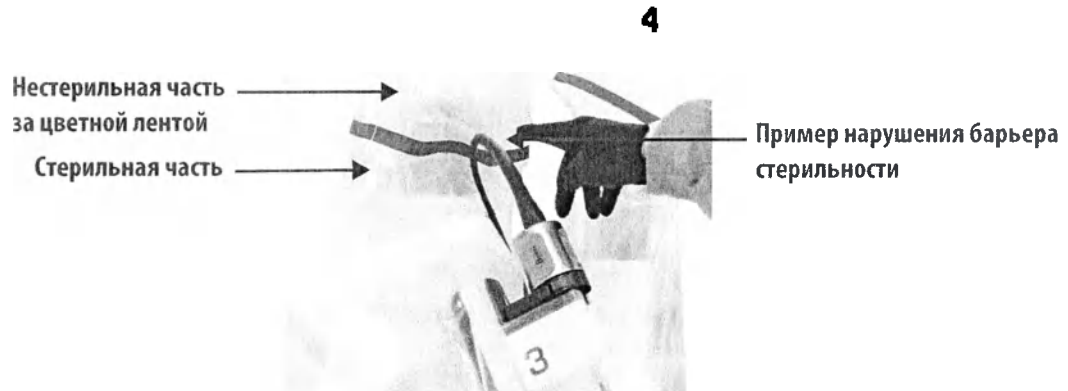

Рисунок 9.33 Барьер стерильности (и пример нарушения барьера стерильности)
- и** Примечание: во избежание нарушения барьера стерильности соблюдайте осторожность, извлекая инструмент или эндоскоп из зачехленного манипулятора стойки пациента (см. Рисунок 9.33 в качестве примера нарушения барьера стерильности). При необходимости, с помощью кнопки зажима манипулятора отрегулируйте угол его наклона таким образом, чтобы при извлечении инструмента или эндоскопа они не нарушили барьер стерильности.